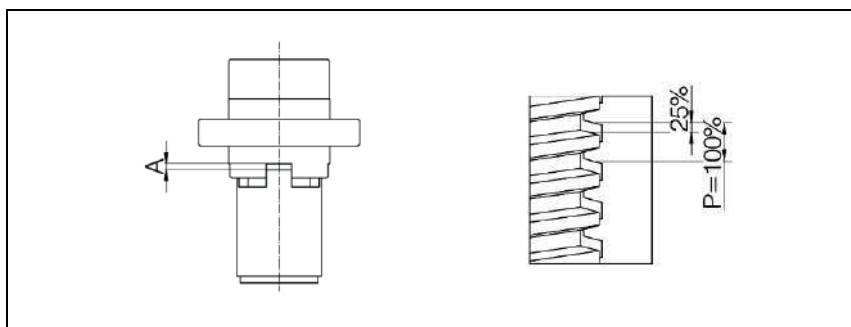

Рис.. 20: Предохранительная удерживающая гайка SIFA: размер А для сравнения при проверке на износ
4. Если имеется предохранительная гайка SIFA, измерьте и запишите размер "A" (Рис. 20). Этот размер в новом состоянии послужит справочным размером при дальнейшей эксплуатации для того, чтобы впоследствии можно было оценить износ (см. Главу 7.1.1.)
3. Если имеется предохранительная удерживающая гайка SIFA: проверить износ согласно Рис.. 20 (правое изображение).